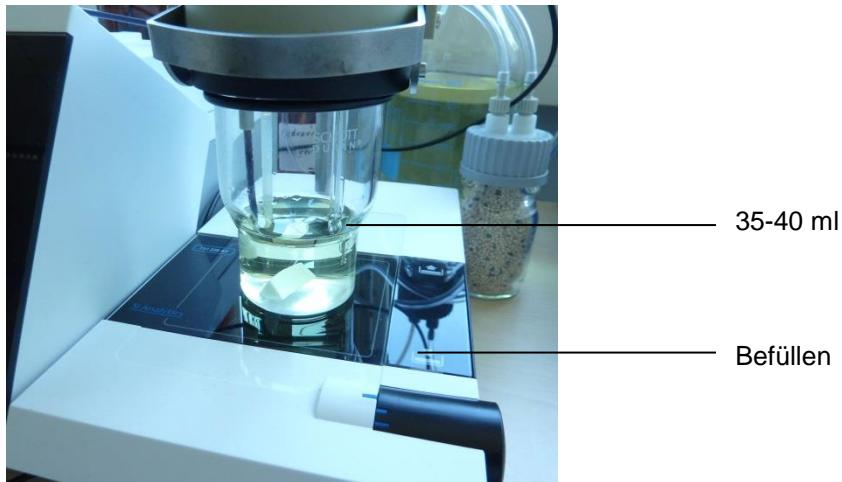

Abb. 31
- i** Etwa 35 - 40 ml Lösungsmittel in das Titriergefäß pumpen bis die Titrierspitze und die Elektrode vollständig eingetaucht sind (Abb. 31).